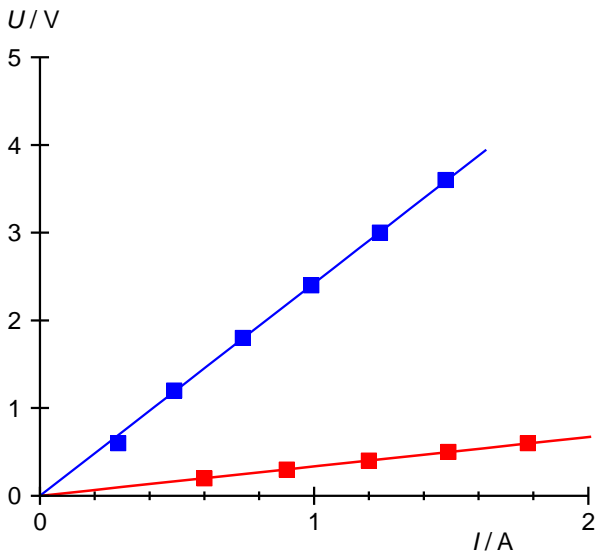
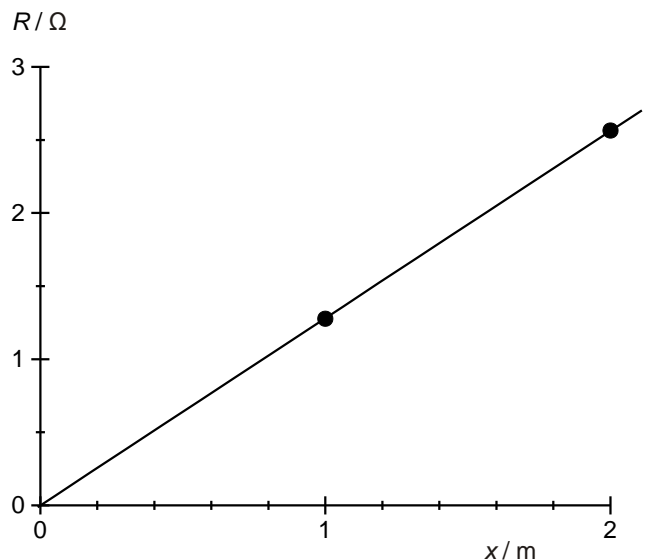

Fig. 2: Diagrama  $U-I$  para fio de constantan (azul) e de latão (vermelho) com comprimento  $x = 1$  m e espessura  $d = 0,5$  mm.
Fig. 4: Resistência  $R$  como função do comprimento  $x$ .
- Representar os valores de medição dos três parâmetros  $\rho$ ,  $x$  e  $d$  respectivamente em um diagrama  $U-I$  (Fig. 2, 3, 5).
- Adequar respectivamente retas aos pontos de medição  $U(I)$ , de cujas inclinações resultem, conforme (1), diretamente as resistências ôhmicas  $R$  (Tab. 4, 6, 7).
- Em caso de fios de materiais diversos, calcular, conforme (2), com auxílio dos valores conhecidos para o comprimento  $x$  e a espessura  $d$ , o valor para a resistência  $\rho$  diretamente (Tab. 5).
- Em caso de comprimentos e espessuras dos fios ou áreas da seção transversal diversas, aplicar respectivamente os valores para as resistências ôhmicas contra o comprimento  $x$  ou o valor inverso da área da seção transversal  $A$ , adaptar respectivamente uma reta (Fig. 4, 6) e de sua inclinação, conforme (2), determinar a resistência específica  $\rho$  com auxílio dos valores conhecidos para a espessura  $d$  ou o comprimento  $x$ .
Tab. 4: Resistência ôhmica para um fio de constantan e um fio de latão com comprimento  $x = 1$  m e espessura  $d = 0,5$  mm, determinada a partir da inclinação da reta adaptada aos pontos de medição da Fig. 2.